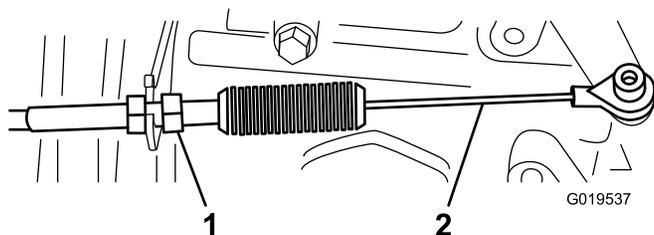
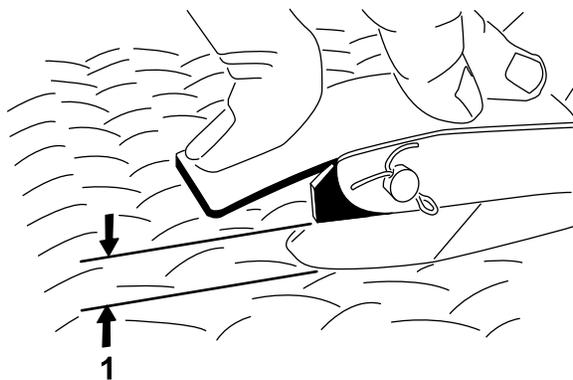

Рисунок 67
Рисунок 68
2. Отрегулируйте шаровой шарнир на тросике акселератора (Рисунок 67) таким образом, чтобы зазор между рычагом педали акселератора и верхом доски пола с ромбовидным рисунком составлял от 2,54 до 6,35 мм (Рисунок 68), когда к центру педали прикладывается усилие 11,3 кг.
3. Затяните контргайку (Рисунок 67).